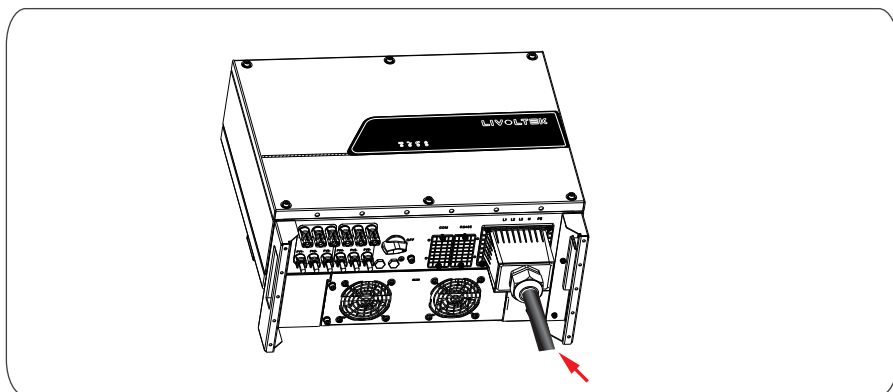

Figura 5.7 Apertando a placa de fiação
Passo 4 Trave a concha do terminal SAÍDA CA de volta à posição original, estique todas as linhas na extremidade CA naturalmente e, em seguida, aperte o plugue, conforme mostrado na Figura 5.7.